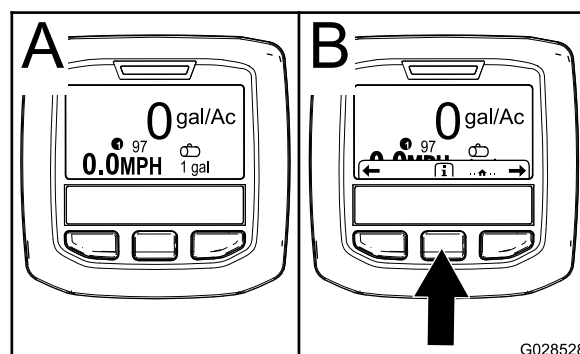

Figure 50
2. Après environ 15 secondes, l'écran d'accueil s'affiche ; appuyez sur le bouton de sélection central pour afficher le menu contextuel (Figure 50).